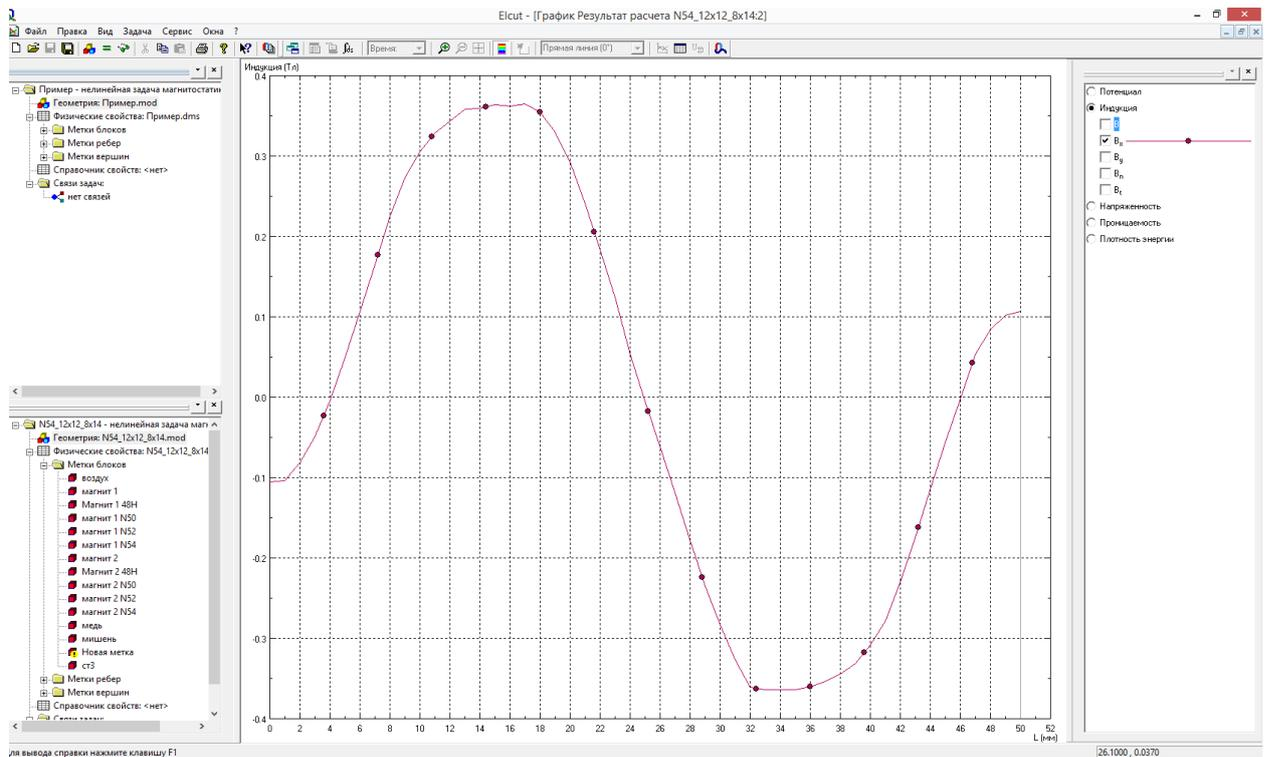

Рисунок 10 – Анализ полученных результатов.
15. С помощью команд «Вид» - «График» вызвать меню анализа данных в численном виде (рис. 10), где можно выбрать необходимую форму представления полученных данных. Для решаемой задачи необходимо выбрать вектор магнитной индукции V_x (вектор магнитной индукции, параллельный плоскости мишени).